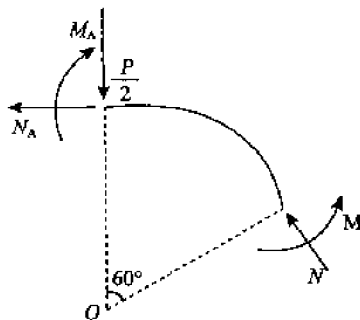

图 10-32
解 (1)由结构对称性取 1/6 结构分析如图 10-32 所示,